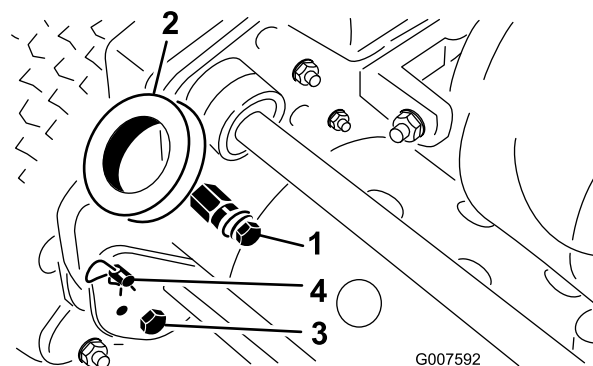

Figura 2
1. Togliete il bullone, la rondella e la rondella di sicurezza dal perno di montaggio su ciascun lato del tosaerba (Figura 2).
2. Togliete i bulloni e i dadi di bloccaggio che fissano la base dei bracci della stegola su ciascun lato del tosaerba (Figura 2).
3. Togliete le coppiglie a forcina ed i perni ad anello che fissano i bracci della stegola sul retro dell'intelaiatura (Figura 2).
- Inserite le estremità della stegola nei fori dei bracci della stegola, ed allineate i fori con i perni di montaggio (Figura 2).
- Togliete le coppiglie a forcina dai perni ad anello situati su ciascun lato del tosaerba (Figura 2).
- Sostenete la stegola e togliete i perni ad anello da ciascun lato, quindi alzate o abbassate la stegola nella posizione di servizio desiderata (Figura 2).